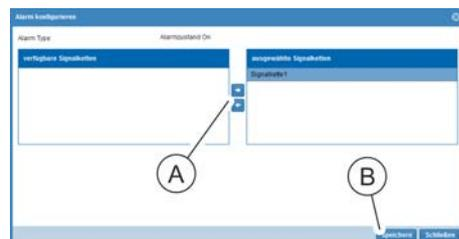

Abb. 164: Fenster "Alarm konfigurieren"
5. Bei Bedarf für die Werte eine Signalkette zuweisen. Dazu auf die Schaltfläche „Signalkette“ (Abb. 164/A) klicken.
6. Im Fenster "Alarm konfigurieren" eine Signalkette auswählen und über die Schaltfläche „→“ (Abb. 164/A) ins Feld „ausgewählte Signalketten“ schieben. Auswahl über die Schaltfläche „Speichern“ (Abb. 164/B) bestätigen.